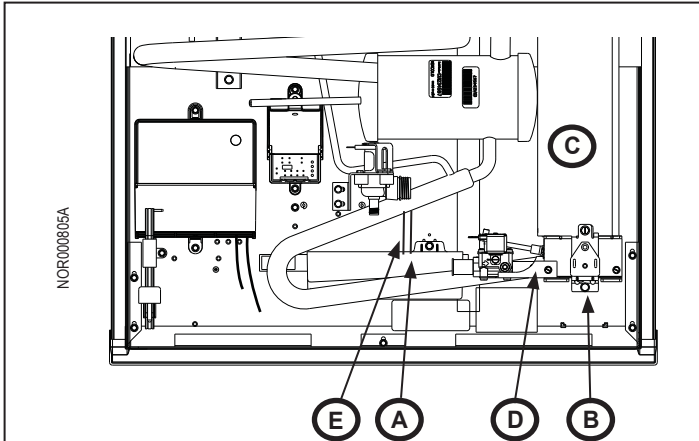

Fig. 8: Conjunto del tren de gas
1. Saque el tornillo (1x) de la taza de goteo (Fig. 8, A). Ponga aparte la taza de goteo.
2. Saque los tornillos (2x) del soporte de montaje del tren de gas (Fig. 8, B).
3. Saque el soporte de montaje del tren de gas de la unidad refrigerante (Fig. 8, C). Ponga aparte el soporte.
4. Saque el conjunto del tren de gas (Fig. 8, D), de la unidad refrigerante. Ponga aparte el conjunto del tren de gas.